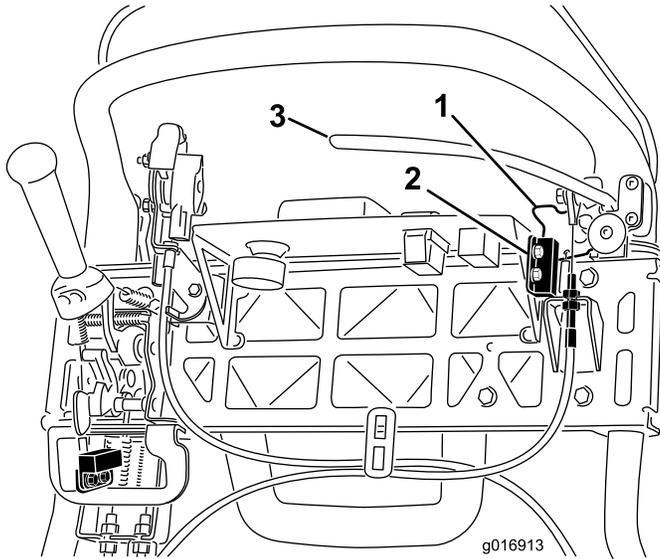

Figura 40
4. Desaperte as juntas de montagem do interruptor de segurança (Figura 40).
5. Coloque um calço de 1,6 mm entre o bloqueio do travão de estacionamento e o interruptor de segurança (Figura 40).
4. Para aumentar a tensão do cabo, desaperte a porca de bloqueio do cabo dianteiro e aperte a porca de bloqueio do cabo traseiro (Figura 40) até que seja obtida uma força de 156 N, de maneira a que se possa engatar o travão, é necessário para soltar o bloqueio do travão de estacionamento. Não ajuste demasiado ou poderá prender o travão de parqueamento.